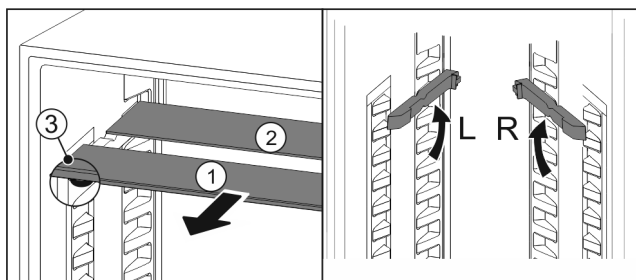

Fig. 19
- ▶ Glasplaten afzonderlijk vanaf de voorkant eruit trekken (Fig. 19 (1)).
- ▷ Glasplaat Fig. 19 (1) met sierlijst ligt voor.
- ▷ Stops Fig. 19 (3) zijn naar onder gericht. Apparaten met vriesvak.*